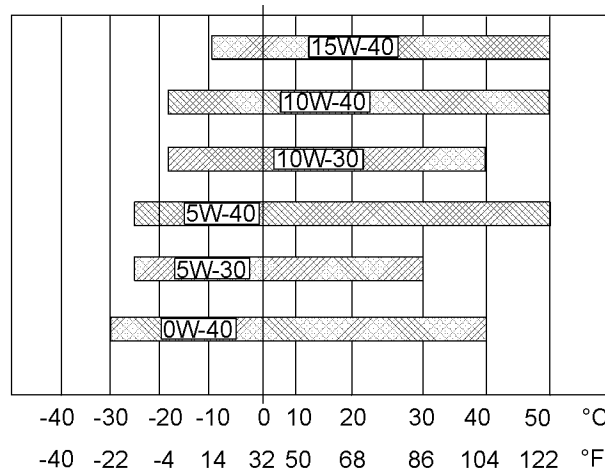

図 33
冷めたエンジンを始動するのに必要なオイルの粘度を判断するには、図33（最低温度）を参照してください。
想定される最高外気温でエンジンを運転する際のオイル粘度を選定するには、図33（最高温度）を参照してください。
- 適切な“推奨油粘度”を参照してください。図33を参照して、各エンジンに適した粘度等級を確認してください。